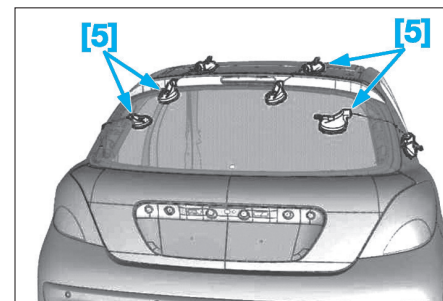

FIG. 42
- A l'aide d'un outillage de maintien (5) où équivalent, apposer le pare-brise et le positionner grâce aux bandes adhésives témoins (1) (Fig.42).